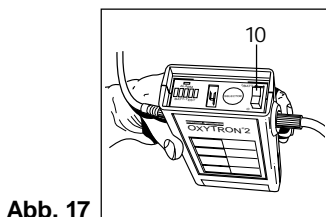

Abb. 17
- Den Wippschalter (10) auf Stellung „BATT“ drücken (siehe Abb. 17). Befindet sich die Batterie-Spannungsanzeige im grünen Bereich, so ist OXYTRON®2 betriebsbereit. Tritt die Anzeige in den gelben oder roten Bereich, so ist die Batterie zu wechseln.